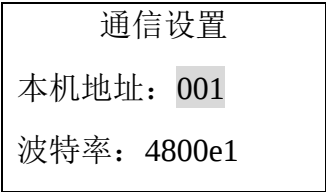

图 14
② “0~23” 表示时间。
③打印和通信是共用 1 个接口（两项功能不能同时具备）。
f.通信设置（见图 14）